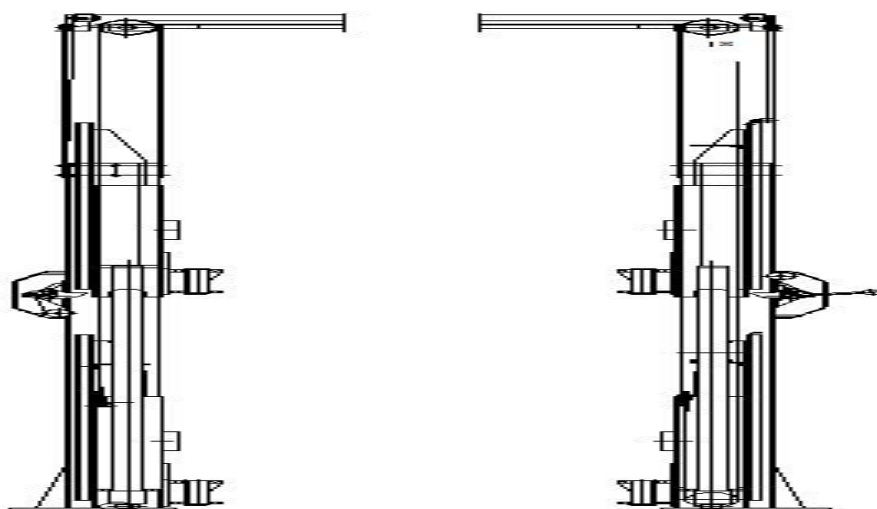

图 6
2. 检查液压缸与活动架间的连接是否正常，板式链和活动架的连接螺母是否松动，脱落。见图 6。